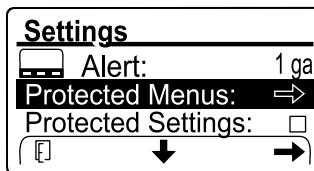

Рисунок 108
1. Введите ПИН-код для опции PROTECTED MENUS (Защищенные меню) (Рисунок 108), см. Доступ к защищенным меню (страница 25).